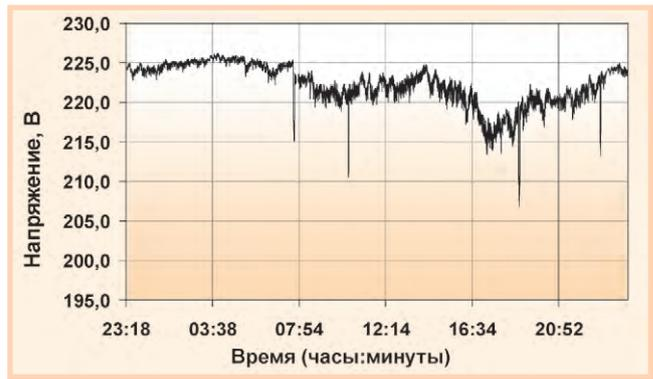

Рис. 11. Изменения средневыпрямленного значения сетевого напряжения в течение суток (измерено в НИЛ АП 12.11.2005)
- инфранизкочастотный шум, проявляющийся как нестабильность во времени величины среднеквадратического значения сетевого напряжения (рис. 11);